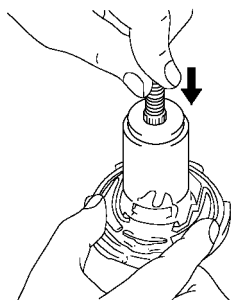
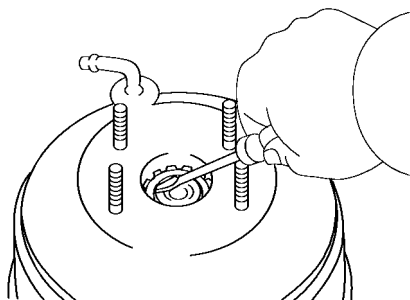

图 15-37 从阀体上拆下操作杆
图 15-38 从前壳体上拆下密封件
(6) 从阀体上拆下操作杆。将操作杆推入阀体并拆下限位键，如图 15-37 所示。然后一起拉出操作杆和两个滤芯。
(7) 从阀体上拆下反力盘。
(8) 从前壳体上拆下密封件。用螺钉旋具撬起圆环并拆下密封件，如图 15-38 所示。